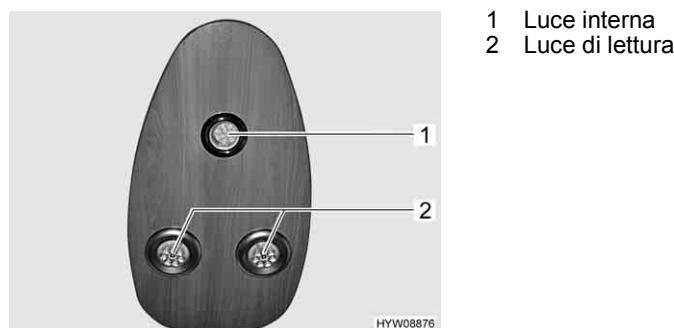

Fig. 81 Luci (cabina di guida)
La luce interna (Fig. 81,1) si accende automaticamente all'apertura tramite chiave o all'apertura di una delle porte del veicolo.
La luce interna (Fig. 81,1) si spegne automaticamente qualche secondo dopo la chiusura di tutte le porte, dopo la chiusura tramite chiave oppure dopo l'accensione del veicolo.
- Toccare una luce di lettura (Fig. 81,2). La luce di lettura è accesa.